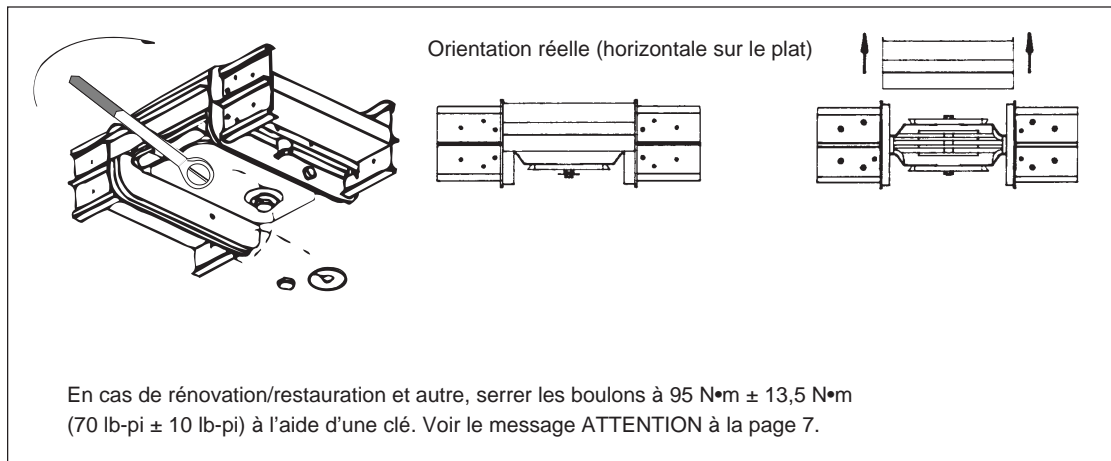

Figure 3
3. Serrer les boulons de la jonction de la canalisation préfabriquée (figure 3).